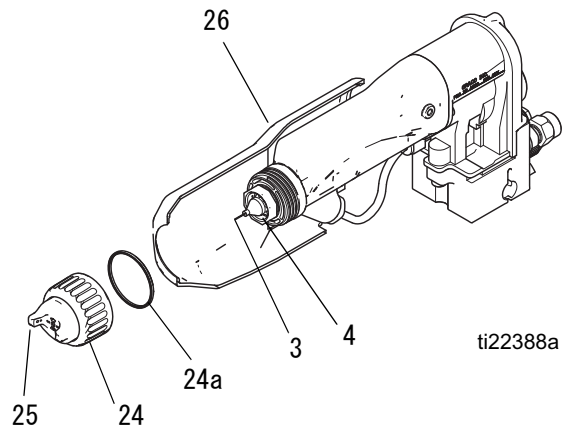

図 19 エアキャップおよび流体ノズルの清掃
3. エアキャップアセンブリ (24、25) とシュラウド (26) を取り外します。図 19 を参照してください。
4. 溶剤で湿らせた布で、ガンの流体ノズル (4)、シュラウド (26)、および外面をきれいに拭きます。溶剤がエアの経路に入らないようにしてください。可能な場合は常に、ガンを清掃するときには下を向けて行ってください。
5. 流体ノズル (4) のエア経路にペンキが残っているように思われる場合には、サービス作業を行うためにガンをラインから外してください。清掃や交換のために流体ノズルを取り外す方法については、**エアキャップ/ノズルの交換**、42 ページを参照してください。
6. 柔らかい獣毛ブラシと溶剤を使ってエアキャップ (25) を清掃するか、適切な溶剤にエアキャップを浸して、布で拭いて清掃します。金属製の工具は使用しないでください。
7. シュラウド (26) をガン側にスライドします。
8. 注意しながらエアキャップ (25) を取り付けます。電極 (3) はエアキャップの中央の穴を通してください。エアキャップを回して希望の場所に移動します。
9. U カップ (24a) がリテーナング (1) の所定位置に取り付けられていることを確認してください。縁は前に向ける必要があります。エアキャップが所定位置にしっかりと固定されるまで保持リングを締めます。手でエアキャップホーンを回すことをできなくする必要があります。